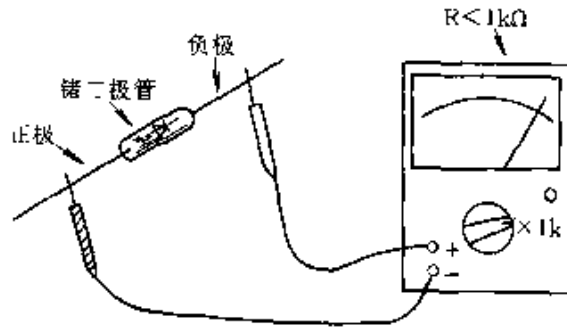
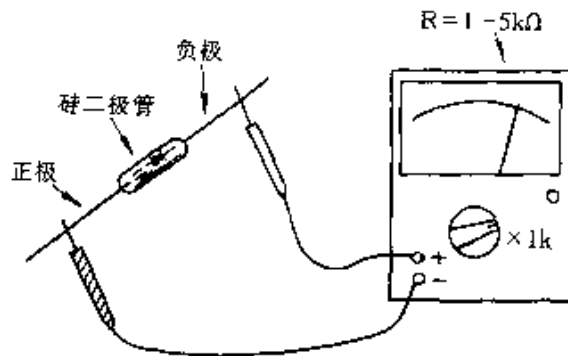

图 2-172
图 2-173
(2) 正常的二极管,其正、反向电阻的阻值应该相差很大,且反向电阻接近于无穷大。如果某二极管正、反向电阻值均为无穷大,说明该二极管内部断路损坏;如果正、反向电阻值均为 0,说明该二极管已被击穿短路;如果正、反向电阻值相差不多,说明该二极管质量太差,也不宜使用。
(3) 由于锗二极管和硅二极管的正向管压降不同,因此可以用测量二极管正向电阻的方法来区分锗二极管和硅二极管。如图 2-172 所示,如果正向电阻小于 $1k\Omega$,则为锗二极管。如果正向电阻为 $1\sim 5k\Omega$,则为硅二极管,如图 2-173 所示。